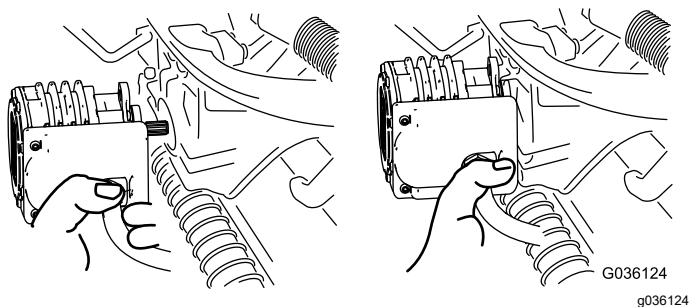

Figura 64
- Mueva el motor al lugar de almacenamiento en la parte delantera del brazo de suspensión (Figura 64).